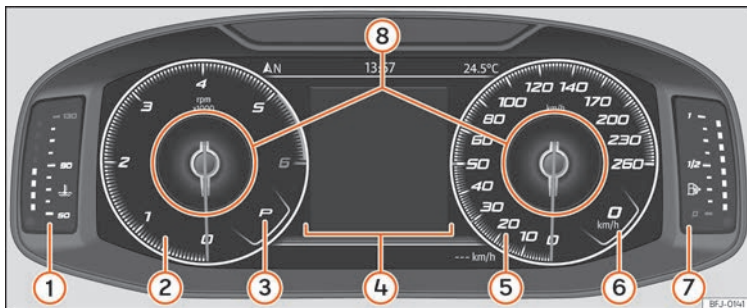

Abb. 107 SEAT Digital Cockpit in der Schalttafel (klassische Ansicht).
Die in der *Klassischen Ansicht* und in der Ansicht *Halbkreisförmige Instrumente* angezeigten Informationen können in den **Informationsprofilen** » **Abb. 107** ⑧ personalisiert werden.
Die Zeiger der Umdrehungen pro Minute und der Geschwindigkeitsmesser werden über die gesamte Länge angezeigt »» **Abb. 107**.